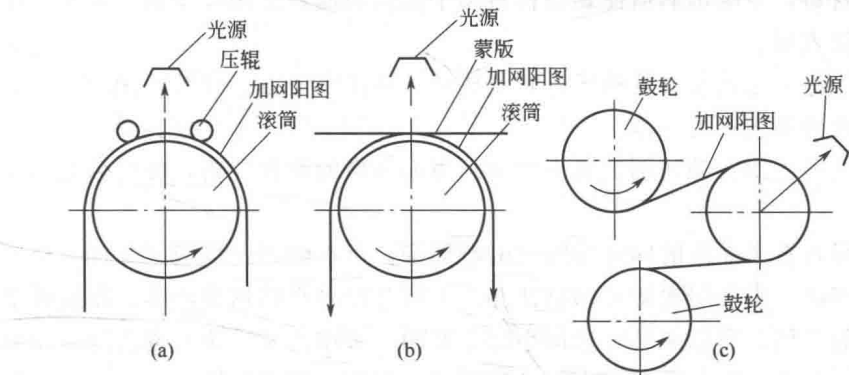

图 1-6 照相直接制版晒版方式原理示意图
(4) 晒版 晒版的方式大致可分成三种，如图 1-6 所示。第 1 种叫普西尔方式 [图 1-6(a)]：将加网阳图包裹在滚筒上，用两根辊子压住加网阳图。第 2 种叫梅特恩海默方式 [图 1-6(b)]：拉紧加网阳图两端，将它紧密附着于滚筒上。第 3 种叫阿契格拉夫方式 [图 1-6(c)]：用透明的张力膜使加网阳图紧密附着在滚筒上。